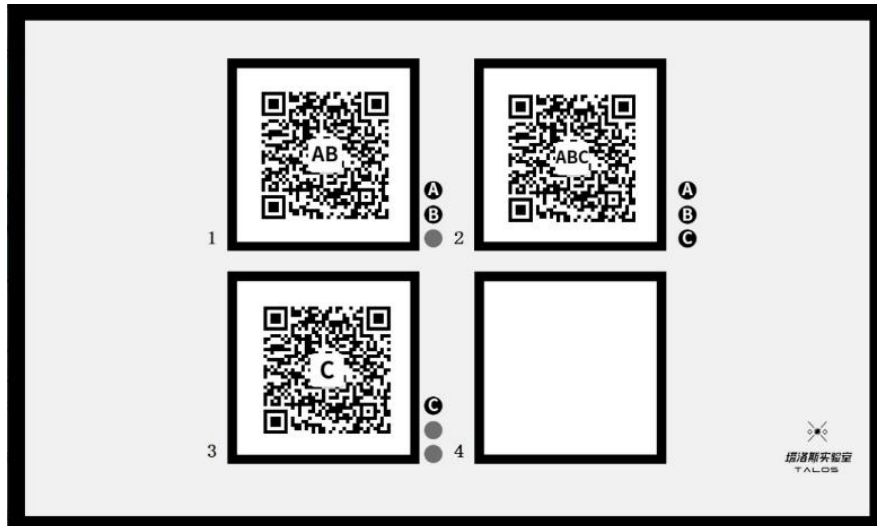

图 2: 识别板一的内容示意
(2) 化验区有 1、2、3、4 四个窗口，分别代表四个不同的化验窗口：①血常规窗口②体液窗口③免疫检测窗口④激素检验窗口，四个窗口对机器人从 A、B、C 三个体检窗口取到的样本进行化验检测。
(3) 化验区 1、2、3、4 四个窗口与样品的对应关系为：①血常规窗口->静脉血样本②体液窗口->唾液样本③免疫检测窗口->组织样本④激素检验窗口->血浆样本。
(4) “识别板一”的内容为含有二维码的 4 个方框，方框代表化验区的四个窗口，二维码内容为体检区窗口产生样本的信息，包含三种情况：① (A 或 B 或 C) 窗口含有样本；② (A+B 或 A+C 或 B+C) 窗口含有样本；③ A+B+C 窗口均含有样本。二维码每 1min 更新 2 个，如图 2 所示。如方框 1 中所出现二维码，代表体检区 A 和 B 出现静脉血样本，机器人需要完成的过程为：从 A、B 窗口取到样本后配送到化验区方框 1 对应的血常规窗口；方框 2 中所出现的二维码，代表体检区 A 和 B 和 C 出现唾液样本，机器人需要完成的过程为：从 A、B、C 窗口取到样本后配送到化验区方框 2 对应的体液窗口，依此类推：